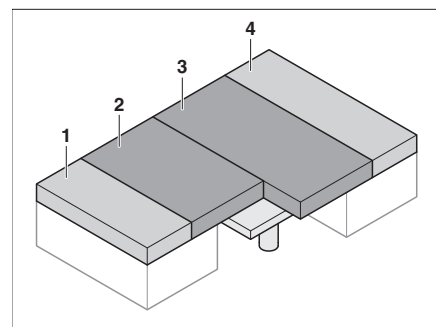

Fig. 73 Après la transformation
- Tirer les coussins d'assise (Fig. 73,2 et 3) vers le centre.
- Placer les coussins de dossier (Fig. 73,1 et 4) entre les coussins d'assise (Fig. 73,2 et 3) et la paroi extérieure.